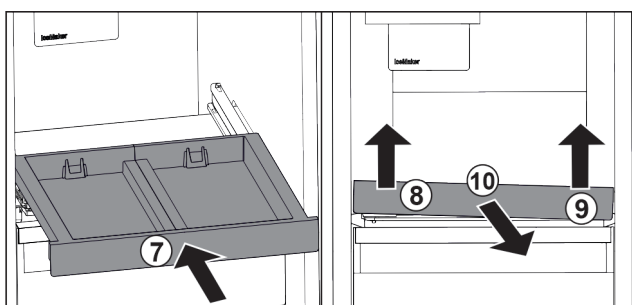

Fig. 101
- ▶ Skyv inn uttrekksplaten. Fig. 101 (7)
- ▶ Løft opp uttrekksplaten på venstre side foran. Fig. 101 (8)
- ▶ Løft opp uttrekksplaten på høyre side foran. Fig. 101 (9)
- ▶ Ta ut uttrekksplaten forover. Fig. 101 (10)